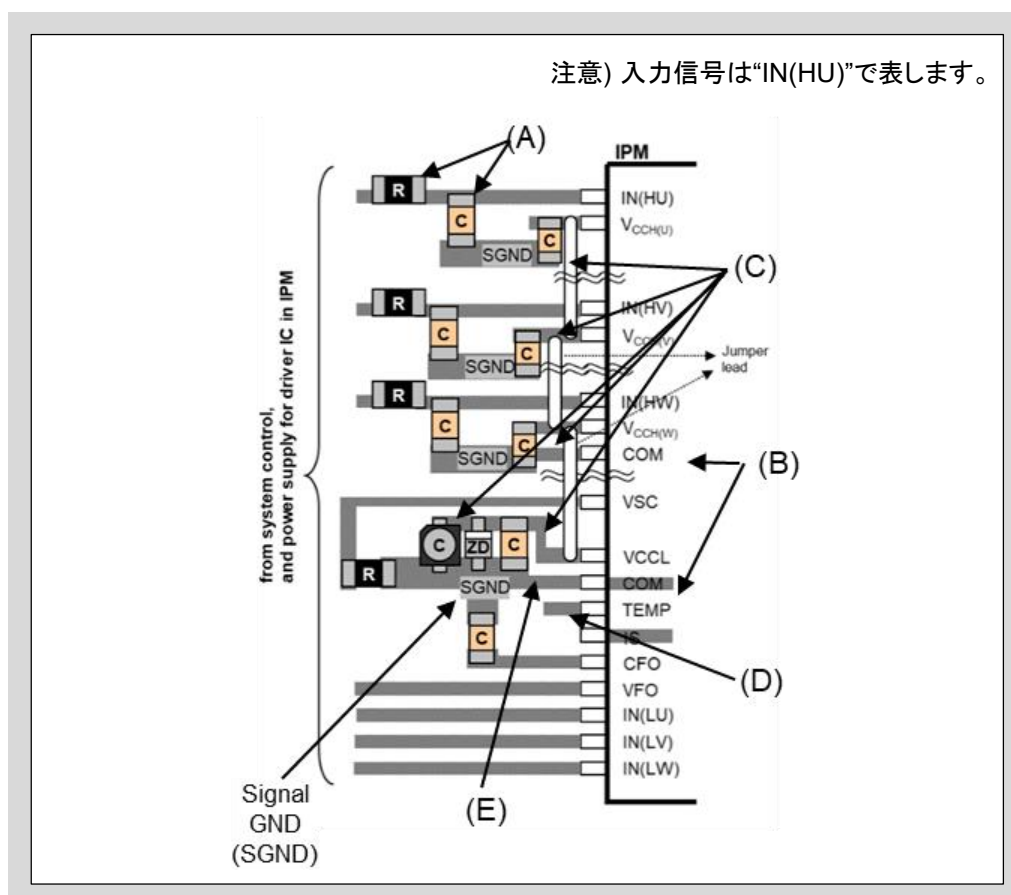

図5-7 推奨プリント基板配線のイメージ (インターフェイス部)
- (A) 過電流状態を瞬時に検出するために、高速コンパレータとロジックICをご使用ください。
- (B) コンパレータに入力する基準電圧と制御GND間にコンデンサを接続してください。また可能な限りコンパレータ直近に配置してください。
- (C) COM端子の制御GND配線とコンパレータの制御GND配線は分割してください。
- (D) COM端子の制御GND配線とコンパレータの制御GND配線は1点グランドとしてください。1点グランドは可能な限りシャント抵抗の直近に接続してください。
- (E) その他の注意点と推奨パターンは図5-7(a)と同じです。回路定数決定の詳細については第4章2節をご参照ください。